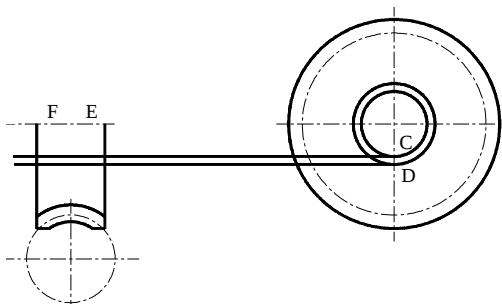
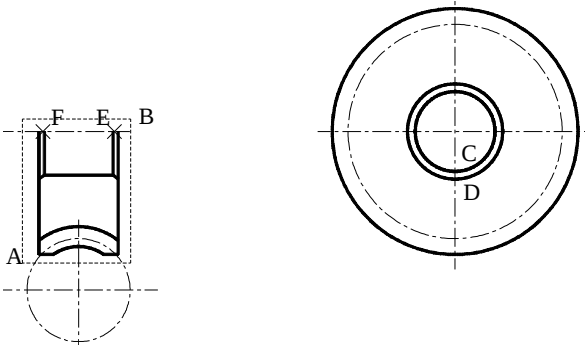

图 7-2-3
图 7-2-4
STEP 03 使用 Line 命令绘制蜗轮的主视图，如图 7-2-3 所示。
// 按下【F8】键向左边选择任一点，如图 7-2-3 所示
STEP 04 将图 7-2-3 中多余的图线删除后，补画图中漏缺的图线，效果如图 7-2-4 所示。